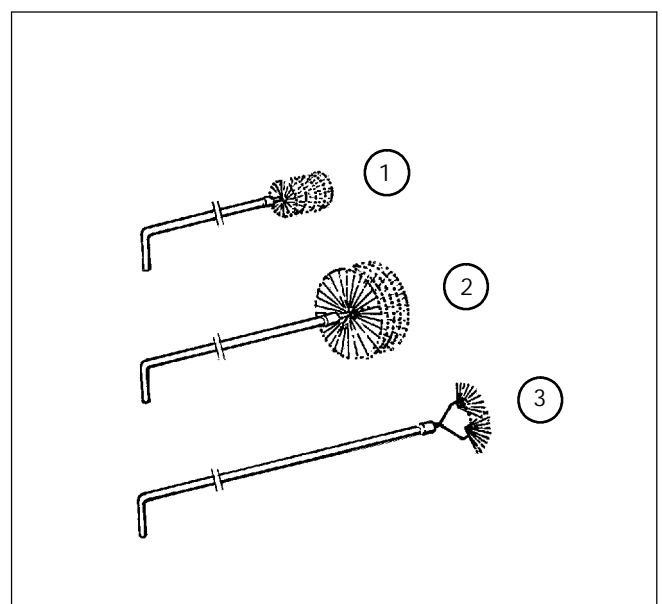

Abb. 56
- Die Abb. 56 zeigt die zu verwendenden Reinigungsbürsten.